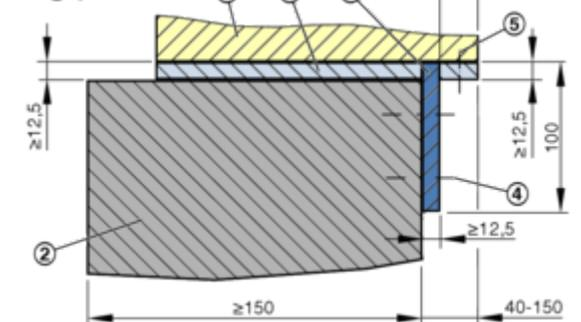
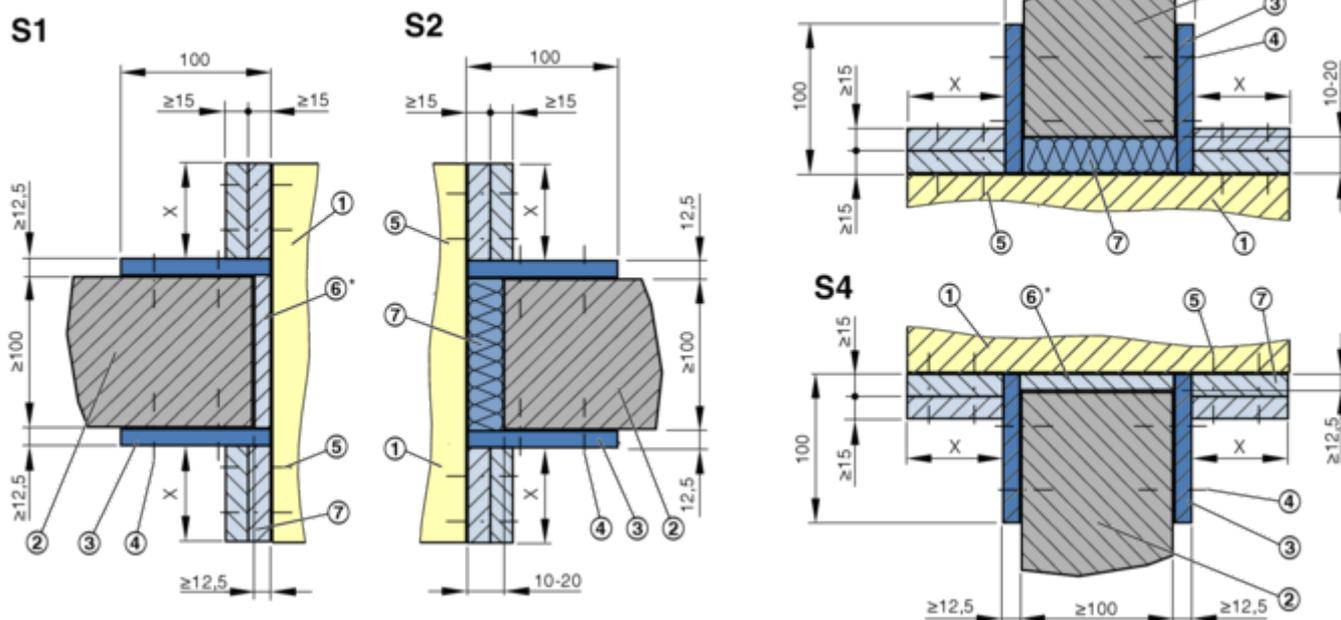

Fig. 23 : Détails EK-JZ Montage à sec sans mortier dans un mur plein, une paroi à gaine pleine EI 90 S
Fig. 24 : Détails EK-JZ Montage à sec sans mortier dans un mur plein, une paroi à gaine pleine EI 120 S, légende ↪ Fig. 23
Profilé en V ↪ Fig. 23 , Fig. 24
- <EI 90 S  $v_{ew}$  : profilés en V des deux côtés du mur, 1 bande  $\geq 12,5$  mm, ↪ Fig. 23
- EI 90 S  $v_{edw}$  : profilé en V côté commande (paroi à gaine), 1 bande  $\geq 12,5$  mm, ↪ Fig. 23
- <EI 120 S  $v_{ew}$  : profilés en V des deux côtés du mur, 2 bandes  $\geq 15$  mm, ↪ Fig. 24
- Les cavités sont remplies de laine minérale ou de laine de roche (7).